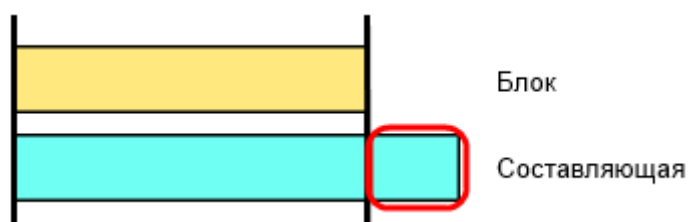

Рисунок 13.76 – Заявка на составляющую комплекса «Котлы, корпуса», ремонт которой заканчивается позже ремонта блока
- ремонт составляющей начинается одновременно / позже ремонта блока, заканчивается позже ремонта блока (Рисунок 13.76), при этом: